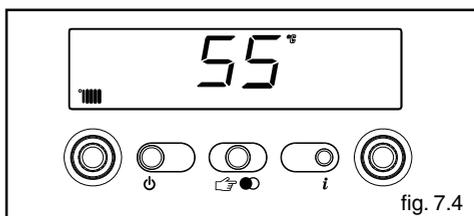

fig. 7.4
- 3 visualizza la temperatura riscaldamento settata (fig. 7.4)